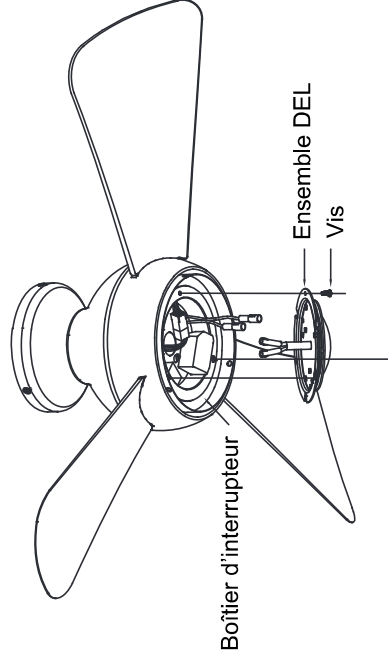

Fig. 16a
Étape 7. Pour utilisation avec l'ensemble d'éclairage : Connecter les deux connecteurs à 2 broches simples du boîtier d'interrupteur aux deux connecteurs à 2 broches simple de l'ensemble DEL. Fixer l'ensemble DEL au boîtier d'interrupteur en utilisant les deux orifices en forme de clé. Replacer la troisième vis retirée à l'étape 4 et serrer fermement les trois vis (**Fig. 16a**)